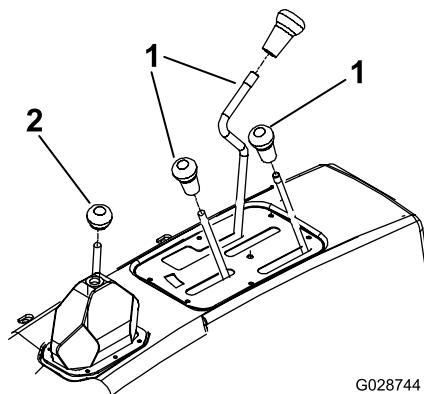

Figura 5
1. Desatornille y retire todos los pomos de las palancas de la consola y de la palanca de cambios trasera (Figura 5).